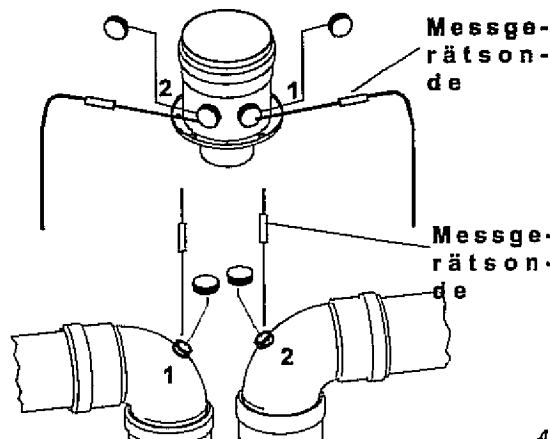

Abb.24
- CO₂ Messgerät in die Messöffnung einstecken. (siehe Abb. 24)
Die Messungen und Einstellungen sind im Beharrungszustand durchzuführen, dies bedeutet, dass für eine entsprechende Wärmeabnahme gesorgt werden muß, um ein Abschalten während des Meß- bzw. Einstellvorgangs zu vermeiden. Dazu sind die Heizkörperthermostatventile vor Beginn der Messung zu öffnen. Die Messsonde ist am Meßstutzen des Abgassystems (siehe Abb.24) einzuführen.